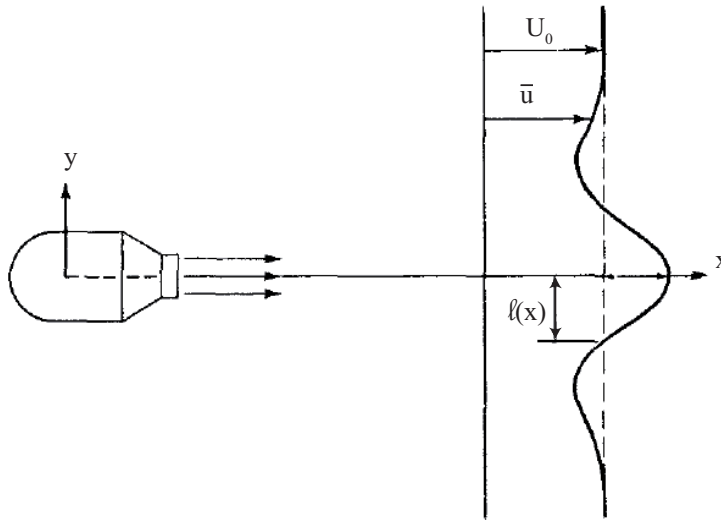

Figure 1: Sillage bi-dimensionnel d'un objet propulsé, montrant un profil de vitesse non monotone en aval de l'objet.
Un objet propulsé, comme un avion ou un sous-marin, avance grâce à l'action d'une source d'énergie intérieure, donnant lieu à une force appelée "poussée". Lorsque cet objet propulsé avance à vitesse constante, la poussée est exactement compensée par la force de traînée. Le sillage d'un tel objet propulsé diffère notablement de celui d'un objet passif, comme une balle de tennis, qui ne possède pas de source d'énergie intérieure. Dans le cas d'un objet propulsé, on peut montrer en particulier que le profil de vitesse moyen est non monotone (figure 1). L'objectif de ce problème est de caractériser ce sillage.
1. A partir du profil de vitesse moyen de la figure 1, indiquer pour quelles valeurs de  $y$  la contrainte visqueuse change de signe. Que pensez-vous de la contrainte turbulente en  $y = 0$  ?